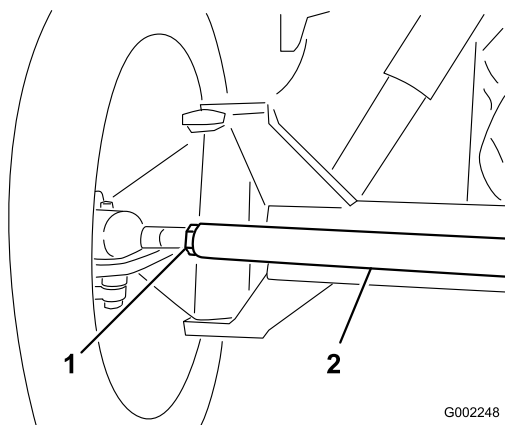

Figura 84
- Se a medição obtida não corresponder aos valores especificados desaperte as porcas de segurança nas extremidades das barras transversais (Figura 84).